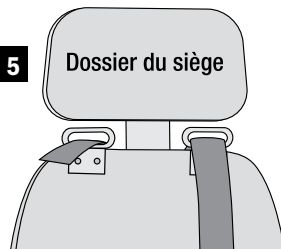

Fig. 6
- Guides de sangle incorporés dans le dossier du siège (Fig. 6)